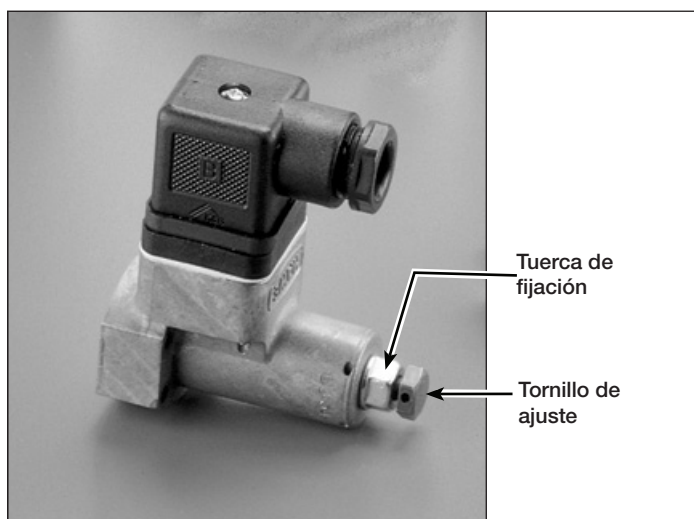

Figura 10 Presostato
2. Con ayuda de una llave de 10 mm, gire el tornillo de ajuste del interruptor en sentido horario para aumentar o en sentido antihorario para reducir la presión (véase la figura 10).